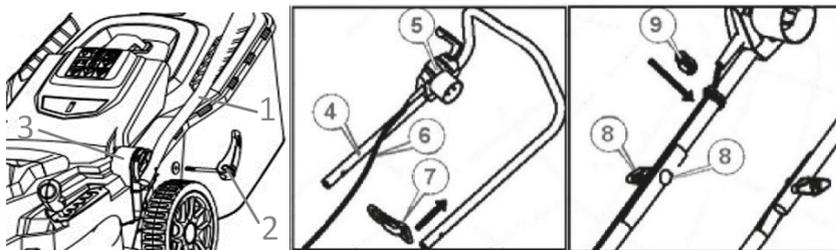

Рисунок 2. Схема складання та встановлення руків'я.
1. Приєднати нижні (1, рис. 2) частини руків'їв до корпусу (3, рис. 2) газонокосарки, встановити необхідне положення руків'я й зафіксувати нарізними фіксаторами (2, рис.2) з комплекту монтажних виробів. Перевірити надійність їхнього кріплення до корпусу.
2. На верхню частину (4, рис. 2) руків'я з блоком керування та шнуром живлення встановити гачок-фіксатор (7, рис. 2) мережевого подовжувача.
3. Сумістити верхню (4, рис. 2) частину руків'я та нижні (1, рис. 2) частини та з'єднати їх нарізними фіксаторами з комплекту виробу. Перевірити надійність з'єднання руків'я.
4. Зафіксувати шнур (6, рис. 2) електроживлення на руків'ї за допомогою затискачів (9, рис. 2) із комплекту виробу.